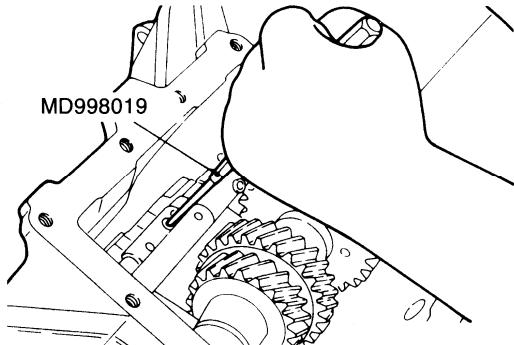

图 3-43 用专用工具拆卸弹簧销
(6) 拆卸弹簧销时, 如图 3-43 所示, 用专用工具拆卸弹簧销。